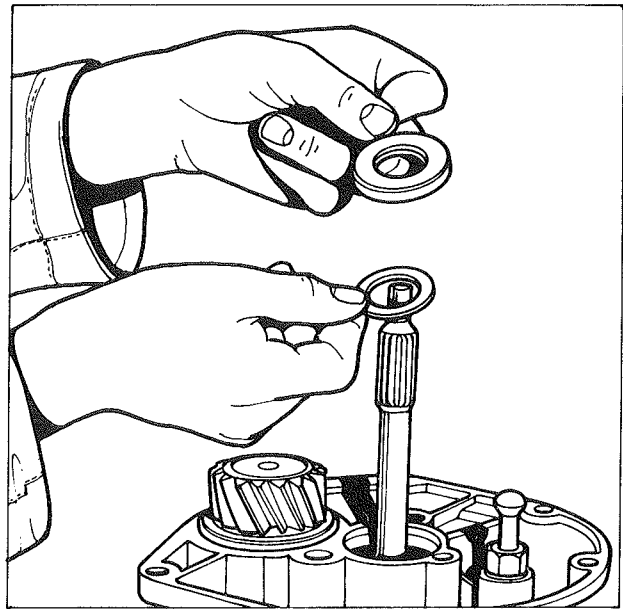

Fig. 5
- Disposer sur le roulement à galets les cales définitives (fig. 5).